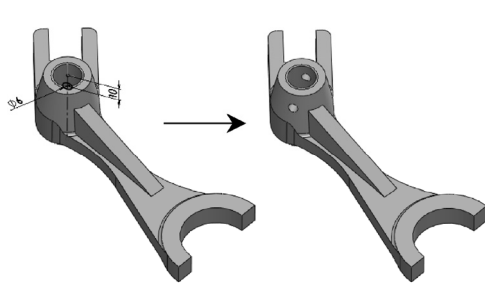

图 3-79 拉伸切除操作
STEP 4 在**STEP 3**创建的基准面中绘制一大小为 6mm，且距离上部平面 10mm 的圆，然后执行“拉伸切除”操作，以“完全穿透”方式执行拉伸切除操作，切除出拨叉的侧面固定孔，效果如图 3-79 所示。